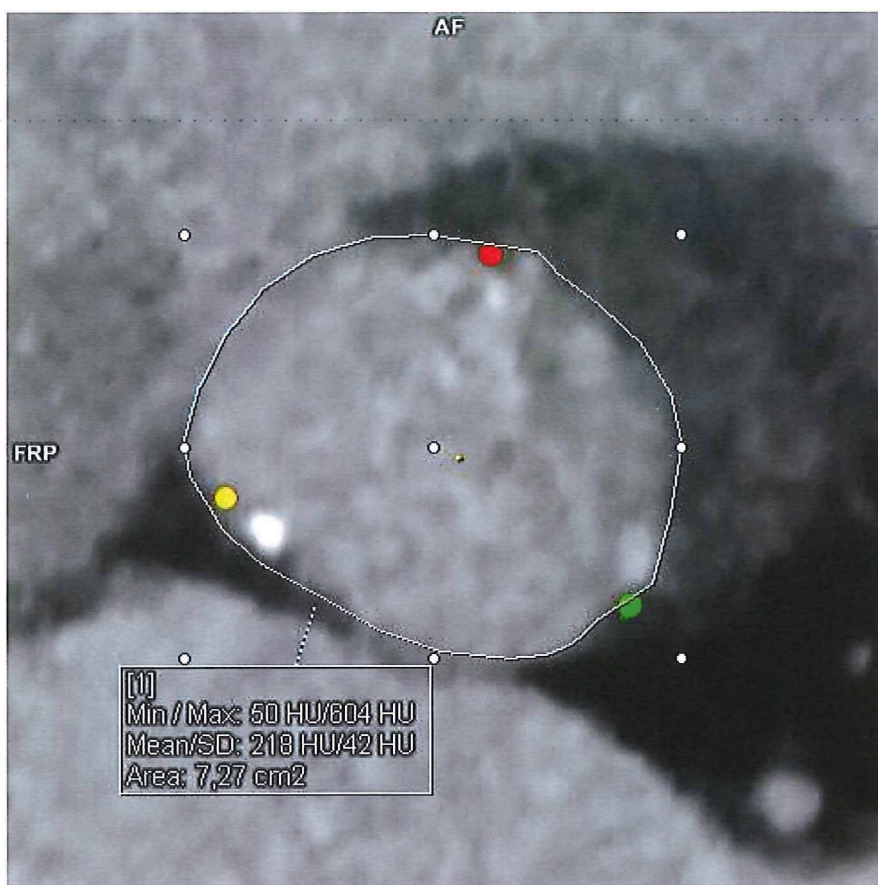

Fig. 2: Esempio di MPR per misura manuale corretta utilizzando la funzione "ROI Polygonal Measurement" (Misura ROI poligonale)
**Soluzione:** Come illustrato in Fig. 2, qualsiasi misura anulare deve essere eseguita manualmente nel segmento MPR che mostra invece il piano anulare. Si possono utilizzare gli strumenti ROI Polygonal (ROI poligonale) e/o Distance Line (Linea di distanza).